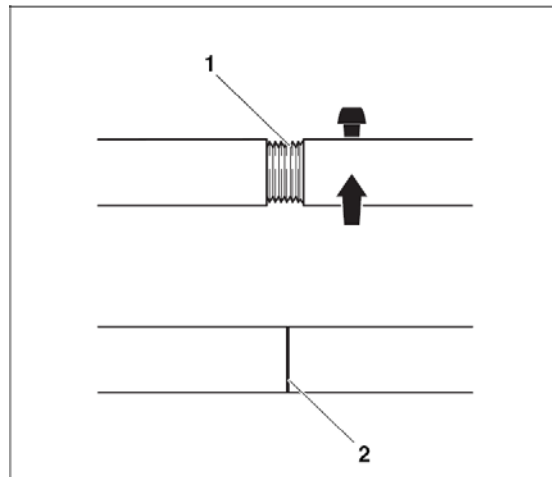

Fig. 15 Ihopsättningsverktyg
Då det är möjligt att spindlarnas ihopdragning kan lossna när ihopdragningsverktyget str. 2.3 lösgörs, (Fig. 15, **pos. 1**), ska det kontrolleras, innan verktyget används igen, och eventuellt efterspänns (Fig. 15, **pos. 2**). Försummas detta, kan verktyget skadas.